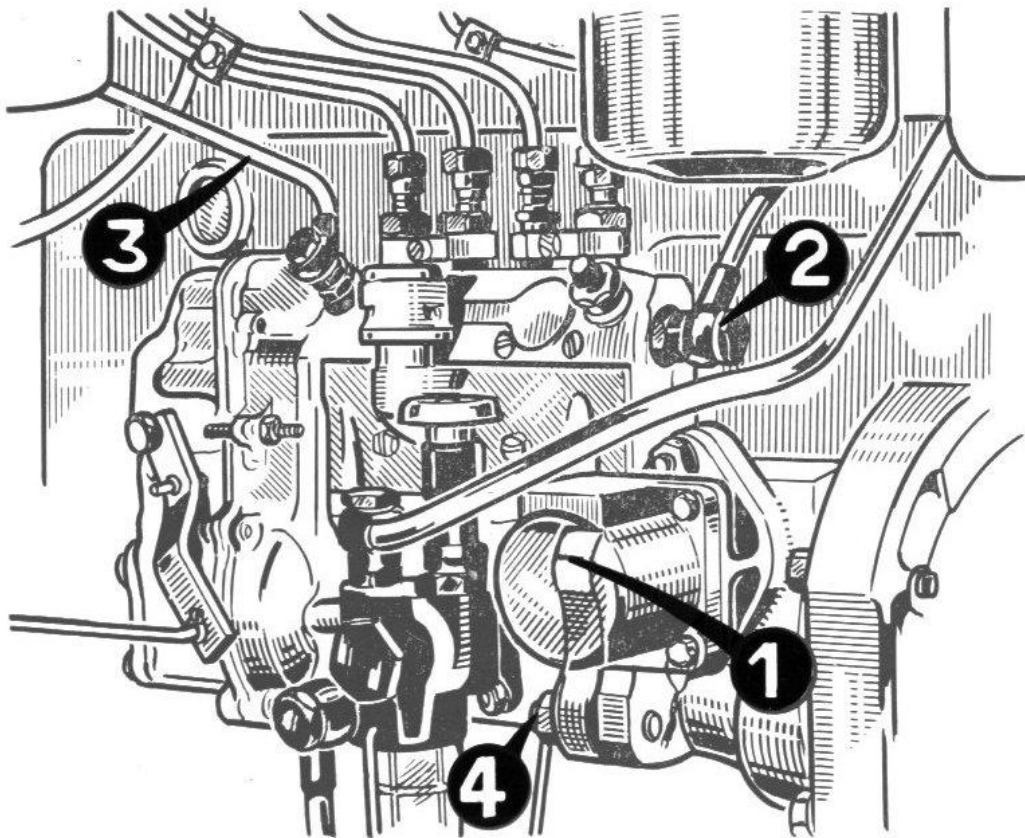

FIG. 28. — Repérage pour le calage de la pompe à injection.
Après avoir procédé à l'accouplement des cannelures, disposer face à face les repères (**rep. 1, fig. 28**) frappés sur le support et sur la bride de la pompe, puis bloquer énergiquement les quatre écrous de fixation munis de leurs rondelles plates et grower.
- Démonter complètement la tuyauterie d'arrivée de combustible (**rep. 2, fig. 28**) à la pompe d'injection et disposer sur ce raccord un petit réservoir à combustible.
Démonter complètement la tuyauterie de retour (**rep. 3, fig. 28**) et obturer l'orifice découvert au moyen d'un raccord approprié.
- Desserrer les quatre écrous (**rep. 4, fig. 28**) fixant la pompe au moteur de façon à rectifier le point d'injection, en jouant sur les lumières usinées dans le carter de pompe, puis resserrer un seul écrou. Réaliser ensuite une nouvelle vérification comme indiqué au **point 6**.
- Après vérification, bloquer énergiquement les quatre écrous (**rep. 4, fig. 28**).